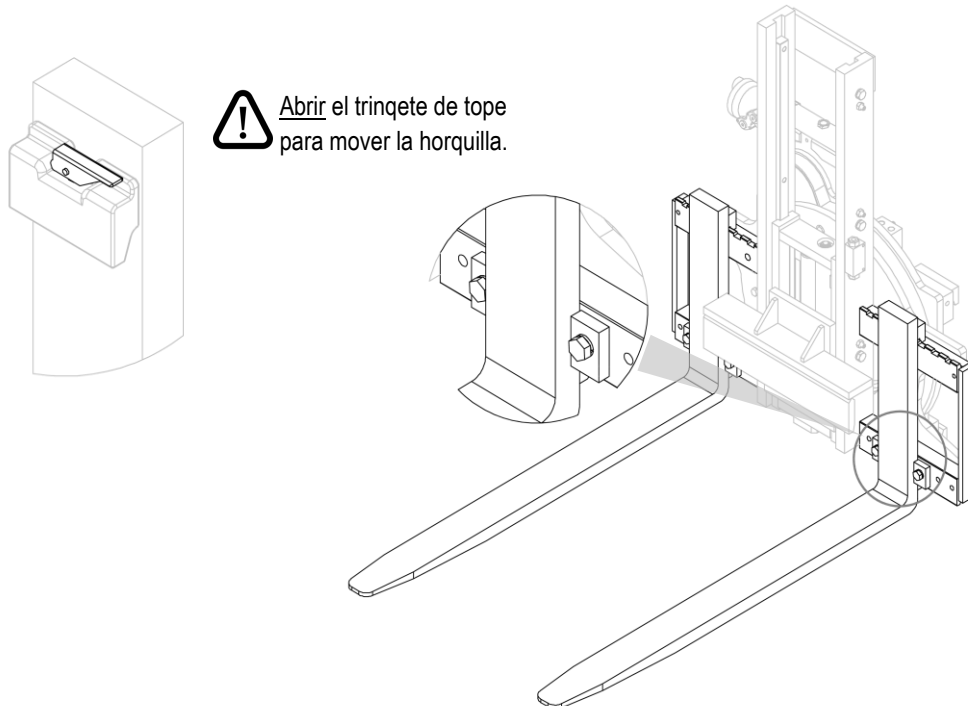
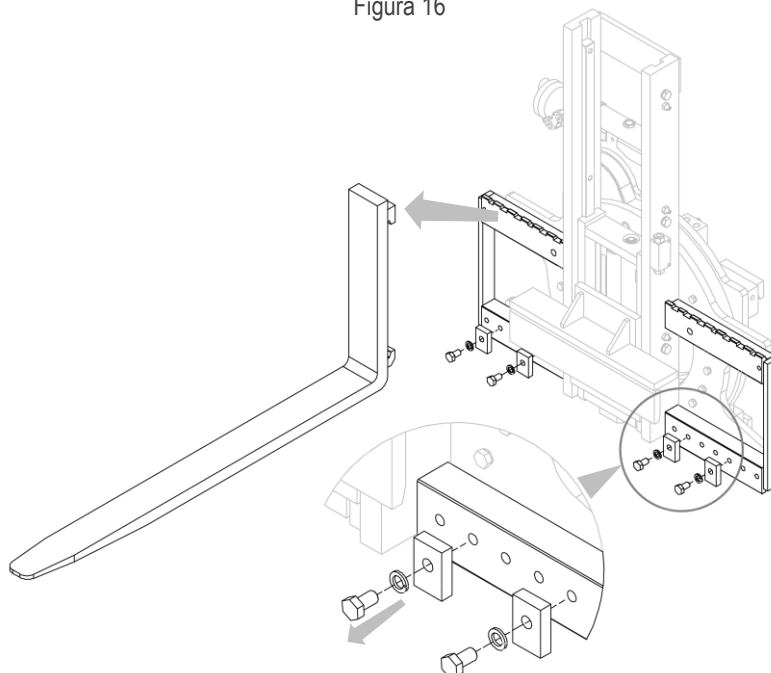

Figura 16
Figura 17
2. Retire las horquillas después de desenroscar los tope y abrir el trinquete de tope de la horquilla (mira *Figura 16* y *Figura 17*).